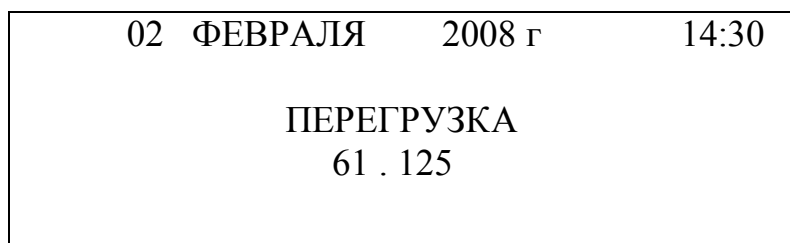

Рисунок 18
2.3.3.10 НПВ – пункт корневого меню, который позволяет ввести в терминал значение НПВ весов. В режиме индикации массы при превышении НПВ на 9e на экране индикатора будет отображаться сообщение «перегрузка» при мигающей подсветке (рисунок 18), служащее предупреждением о том, что весы работают в режиме перегрузки. При индикации режима перегрузки следует немедленно снять лишний груз с весов.